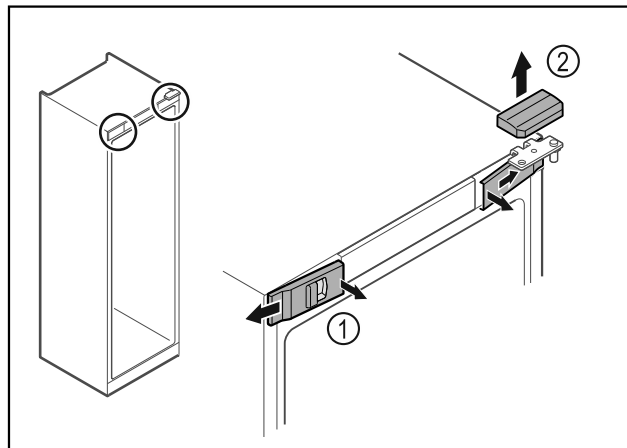

Fig. 18
- ▶ Desencajar las cubiertas delanteras Fig. 18 (1) del interior y dejarlas a un lado.
- ▶ Retirar hacia arriba la cubierta superior Fig. 18 (2).